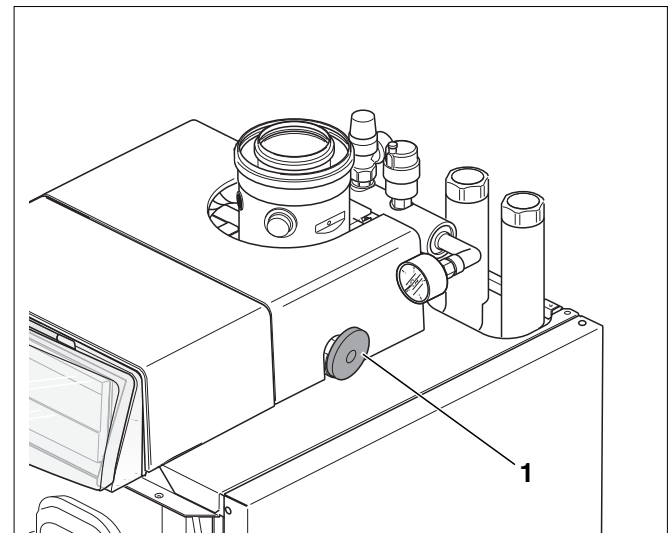

Bild 5 Ölabsperrhahn
- Öffnen Sie den Ölabsperrhahn (Bild 5, **Pos. 1**), der sich oben am Heizkessel befindet.